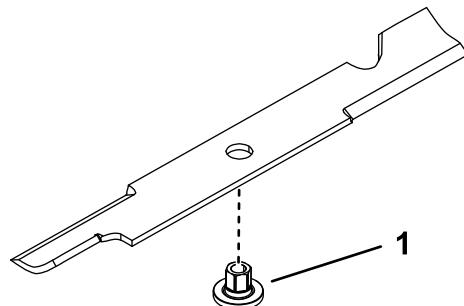

Figura 97
1. Instale el buje a través de la cuchilla con la brida del buje en el lado inferior (lado del césped) de la cuchilla (Figura 97).